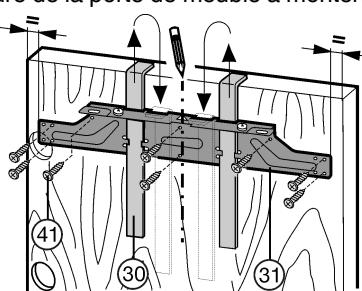

Fig. 19
- ▶ Dévisser la traverse de fixation Fig. 19 (31) sur les contre-écrous Fig. 19 (32).
- ▶ Accrocher la traverse de fixation Fig. 19 (31) sur l'intérieur de la porte du meuble à l'aide des gabarits de montage Fig. 19 (30).
- ▶ Aligner la traverse de fixation Fig. 19 (31) au centre : dessiner une ligne médiane courte sur la porte du meuble et placer dessus la pointe de flèche de la traverse.
- ▶ Visser la traverse de fixation Fig. 19 (31) en utilisant au moins 6 vis Fig. 19 (41).
- ▶ Visser la traverse de fixation Fig. 19 (31) en fixant 4 vis Fig. 19 (41) au bord.
- ▶ Tirer les gabarits de montage Fig. 19 (30) vers le haut, les tourner de 180° et les enfoncez dans les logements adjacents.